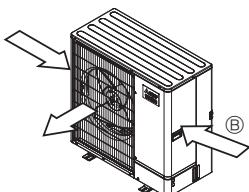

Fig. 2-4
- Ако е възможно, поставете тялото така, че изходът за въздух да духа перпендикуларно на посоката на сезонния вятър. (Fig. 2-4)